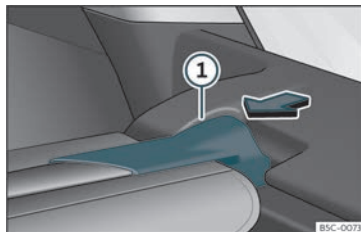

Fig. 110 Dans le coffre à bagages : démontage de la plage arrière.
- Appuyez sur le support de la plage arrière » » **fig. 110** (1) dans le sens de la flèche.
- Insérez le support de la plage arrière » » **fig. 110** (1) dans le logement de l'autre côté.